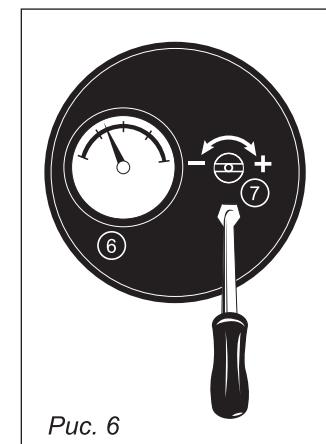

Рис. 6
6. Регулятор давления воздуха – установка необходимого давления воздуха на форсунке (см. п. 7 рис. 6).
7. Манометр – отображает установленное давление воздуха на форсунке (см. п. 7 рис. 6).